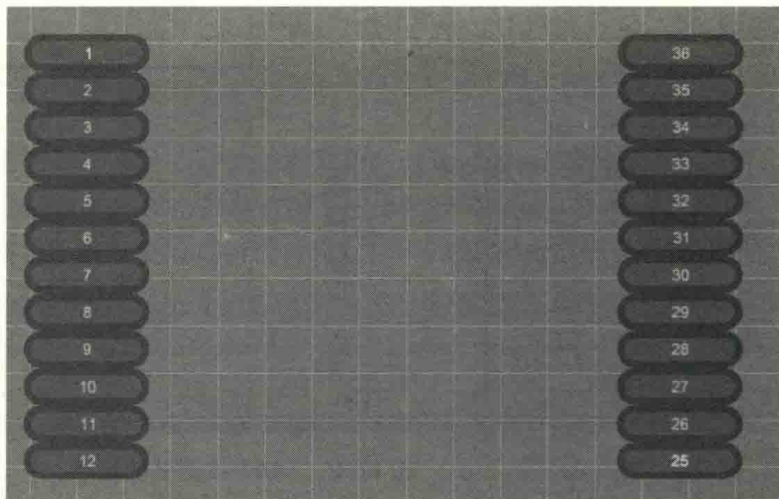

图 12-29 第二排焊盘
(5) 选择管脚序号为 12 的焊盘，按快捷键“Ctrl+C”，在原有焊盘上复制一个焊盘，然后按快捷键“M”，选择执行“Move Selection by X, Y...”命令，向右移动 8mm，更改序号为 25，类比于第 (4) 步，同样复制 12 个焊盘在这一列，如图 12-29 所示。
(6) 类比于以上方法，继续放置好另外两排焊盘。
(7) 跳转到丝印层，按快捷键“PL”，绘制 7mm×7mm 的丝印框。